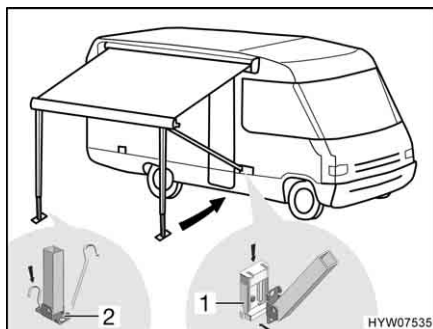

Fig. 38 Fissaggio dei montanti di supporto
- Incastrare i montanti di supporto nei supporti (Fig. 38,1) sul veicolo (se presenti), oppure fissarli sul terreno con dei puntelli (Fig. 38,2).